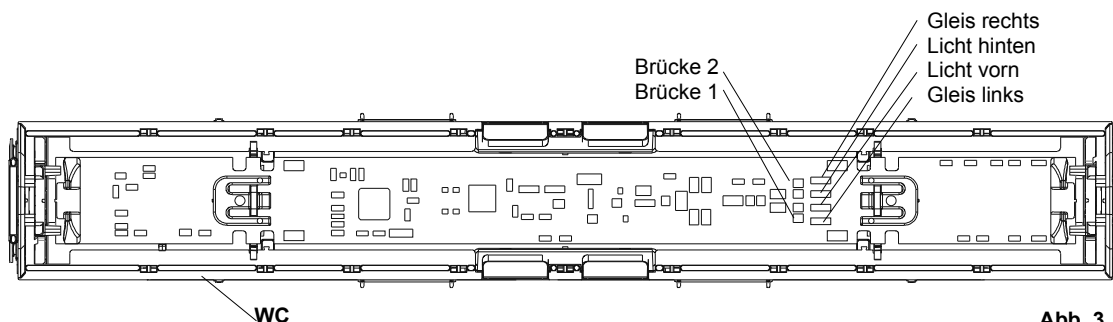

Abb. 3
2. Einbau eines Funktionsdecoders mit Lötanschlüssen, z.B. **KRES 3009K**, auf die vorhandene Platine. Die Belegung der Pads ist in der Abbildung 3 angegeben. Die im Auslieferungszustand geschlossenen Brücken 1 und 2 müssen geöffnet werden.